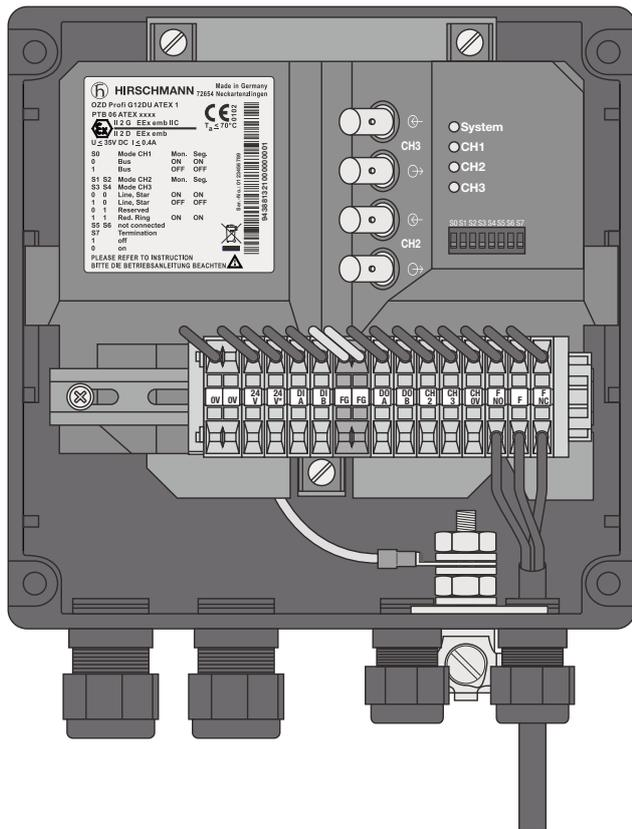

Fig. 27 : Passage des câbles de contact sec dans le cas du OZD Profi G12DK ATEX 1 (OZD Profi ... DE ... : similaire)
- ▶ Introduisez le câble pour contact sec de OZD Profi G12DK ATEX 1 et de OZD Profi G12DE ATEX 1 dans les entrées de câble (avec presse-étoupe PG) comme le montre la figure 27.
Le niveau de réception des deux canaux optiques CH 2 et CH 3 peut être déterminé au moyen d'un voltmètre ordinaire connecté au bornier (voir les figures 27 et 28). Le OZD Profi G12D... ATEX 1 est protégé contre les courts-circuits au niveau des bornes, de brèves interférences liées à la transmission des données sont toutefois possibles*.